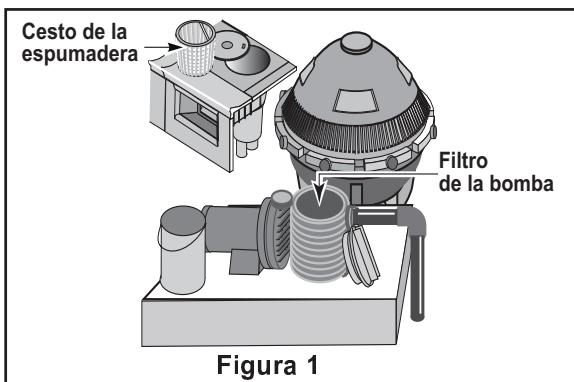

Figura 1
- Limpie el filtro y el filtro de la bomba (Figura 1)